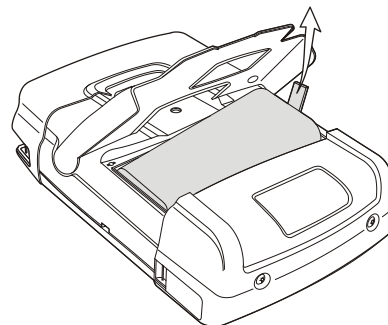

Abbildung 49. Herausnehmen des Akkus
5. Heben Sie den Akku an einer Seite an, und nehmen Sie ihn heraus (Abbildung 49)